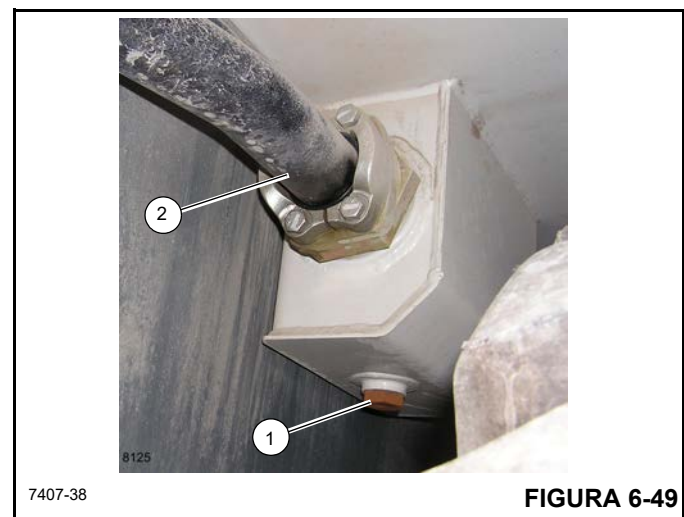

FIGURA 6-49
5. Coloque um recipiente apropriado sob a entrada do dreno do tanque hidráulico (Figura 6-49).
6. Remova o bujão do dreno (1, Figura 6-49) e deixe o óleo cair no recipiente.
7. Desconecte todas as mangueiras (2, Figura 6-49) do tanque hidráulico. Drene o óleo hidráulico para dentro do recipiente. Remova o filtro de sucção do tanque hidráulico e lave-o com um solvente adequado.